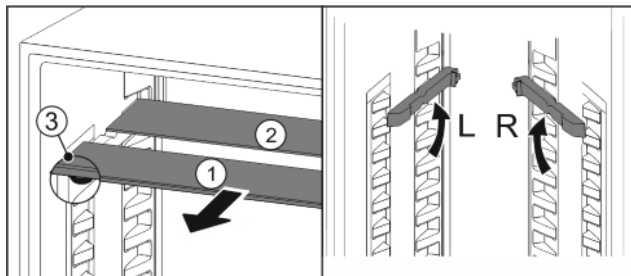

Fig. 20
- Издърпайте Fig. 20 (1) поотделно стъклените плочи напред.
- ▷ Стъклената плоча Fig. 20 (1) с ограничителя на изтеглянето е отпред.
- ▷ Ограничителите сочат надолу Fig. 20 (3).